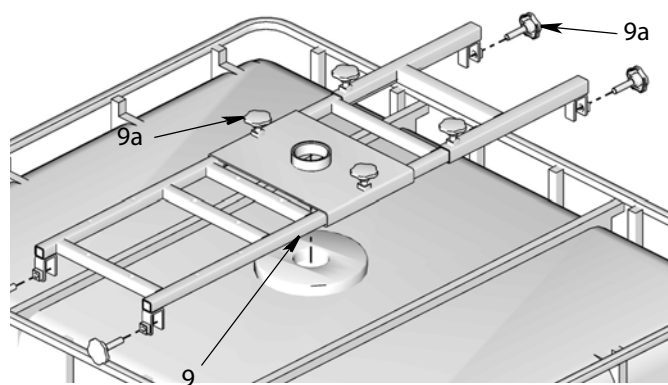

Рис. 8
2. Установите верхнюю скобу (9) по центру контейнера IBC, совместив отверстие посередине скобы с отверстием в верхней части резервуара. Закрепите скобу (9) на месте, надежно затянув 6 ручек (9а) (Рис. 8 и 9).